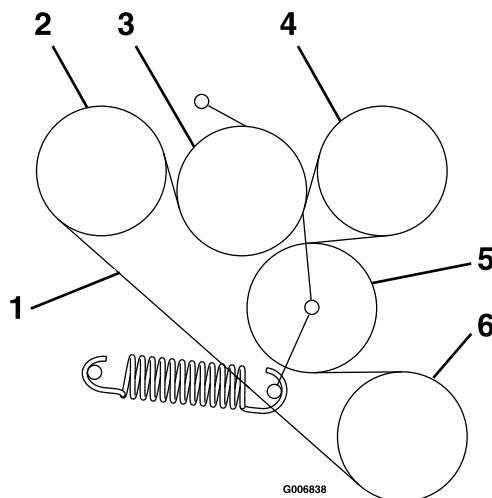

Figure 58
6. Acheminez la courroie neuve sur les poulies comme montré sur l'autocollant situé au dos de la protection d'entraînement gauche (Figure 58).